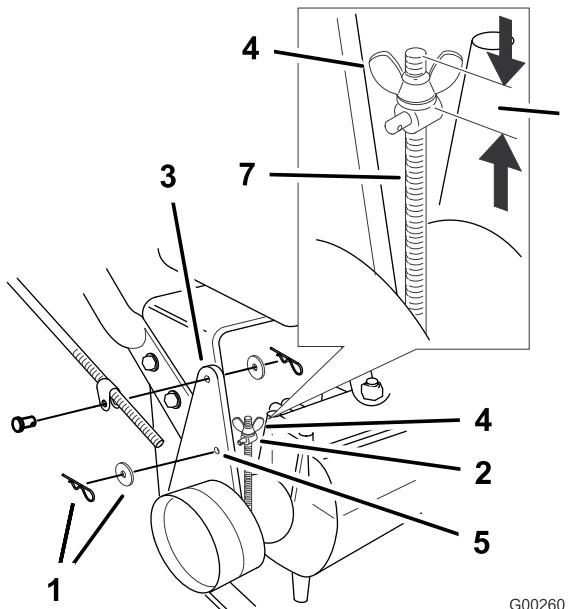

Figura 39
**Nota:** Para el ajuste inicial, ajuste la tuerca de orejeta hasta que se encuentre a 32 mm (1-1/4 pulg.) de la parte superior de la varilla (Figura 39).
- Para ajustar el freno, retire el pasador de horquilla y la arandela de la palanca de freno y el muñón (Figura 39).
- Instale el muñón en el taladro **F** (Figura 39). Apriete la tuerca de orejeta.
- Fije el collar a la palanca de freno con la arandela y el pasador de horquilla (Figura 39).